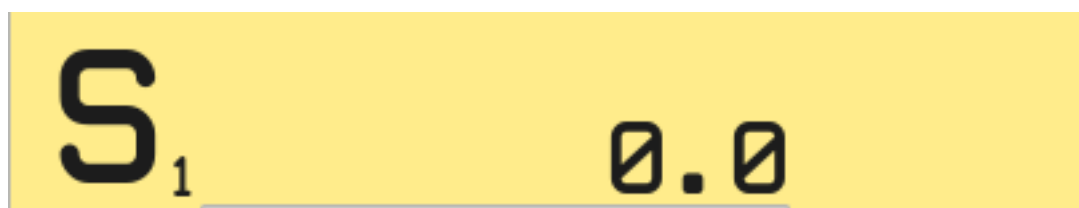

Рис. 1.1.10: Поле индикации шпинделя
Ось S (C) имеет собственное окно индикации (рисунок 1.1.10).